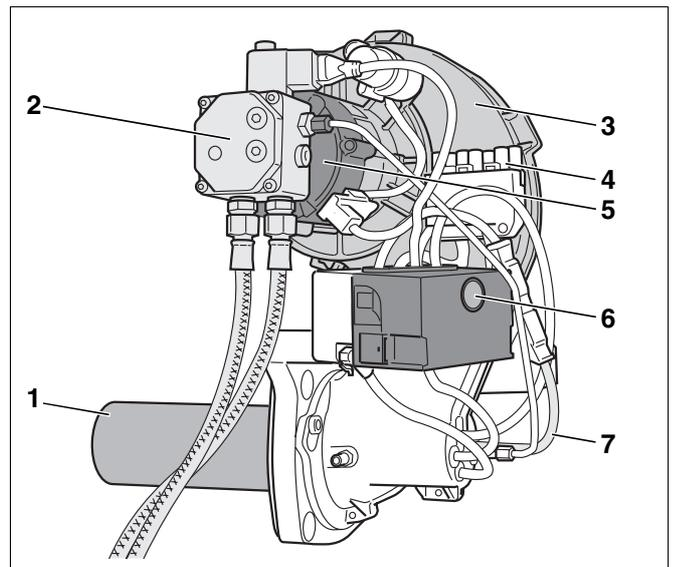
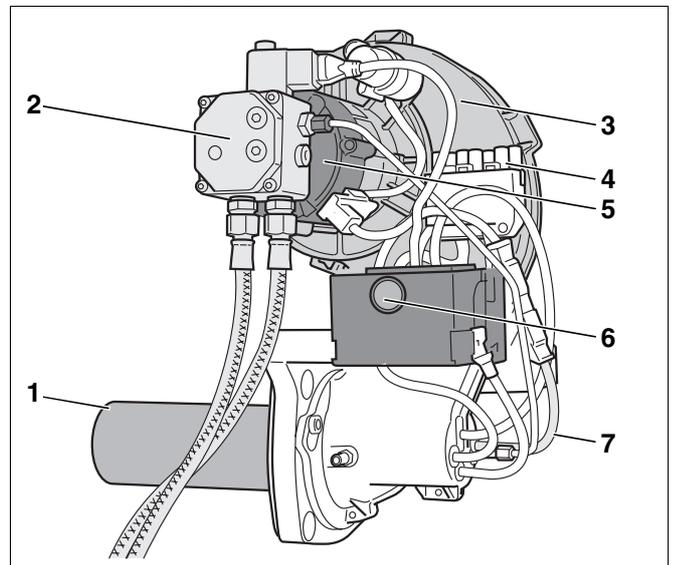

Abb. 1 Brenner Logatop BE 1
Abb. 2 Brenner Logatop BE 2
- Brennerrohr (Abb. 1 und Abb. 2, **Pos. 1**)
- Ölpumpe mit Magnetventil und Ölanschlussschläuchen (Abb. 1 und Abb. 2, **Pos. 2**)
- Brennergehäuse (Abb. 1 und Abb. 2, **Pos. 3**)
- Brenneranschluss für 7-poligen Brennerstecker (Abb. 1 und Abb. 2, **Pos. 4**)
- Brennermotor (Abb. 1 und Abb. 2, **Pos. 5**)
- Ölfeuerungsautomat mit Entstörtaster (Abb. 1 und Abb. 2, **Pos. 6**)
- Flammenfühler (Abb. 1 und Abb. 2, **Pos. 7**)
Der Brenner (Abb. 1 oder Abb. 2) ist über eine Steckverbindung (7-poliger Brennerstecker) mit dem Regelgerät fertig verdrahtet.
Legende für Abb. 1 und Abb. 2: